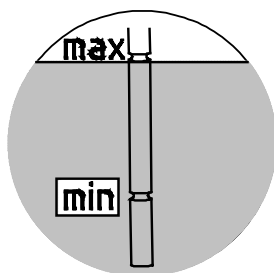

Figure 22 : Contrôle du niveau d'huile avec la jauge
4. **Réducteur avec réservoir de niveau d'huile** : Dans le réservoir de niveau d'huile, le niveau d'huile doit être vérifié à l'aide de la vis de fermeture avec jauge (filetage G1¼). Le niveau d'huile doit être compris entre les valeurs maximum et minimum indiquées sur la jauge complètement vissée (voir Figure 22). Le niveau d'huile doit éventuellement être compensé avec le type d'huile correspondant. Ces réducteurs ne peuvent être utilisés que dans la position de montage indiquée au chapitre 6.1 "Formes et maintenance".